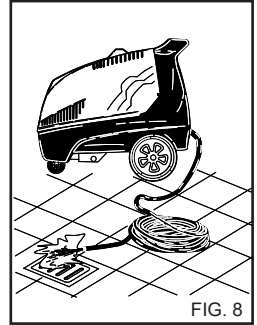

FIG. 8
**Инородные тела могут засорить сопло и привести к неполадкам (рис. 8)**